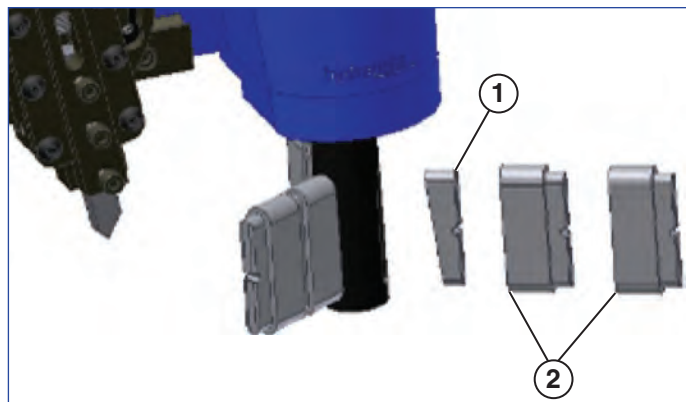

图 2
心轴总成包括用于将 QuickFace 固定在工件上的所有部分。可调定位器和可堆叠定位器的延伸部分用于将 QuickFace 固定就位。O 型圈用于将定位器固定在心轴上 (见图 2)。
2. 将定位器和定位器延伸部分（必要时）放入心轴插槽中。确保膨胀轴的斜面与定位器的斜面相配合（有关定位器的正确方向，请参见图 2）。